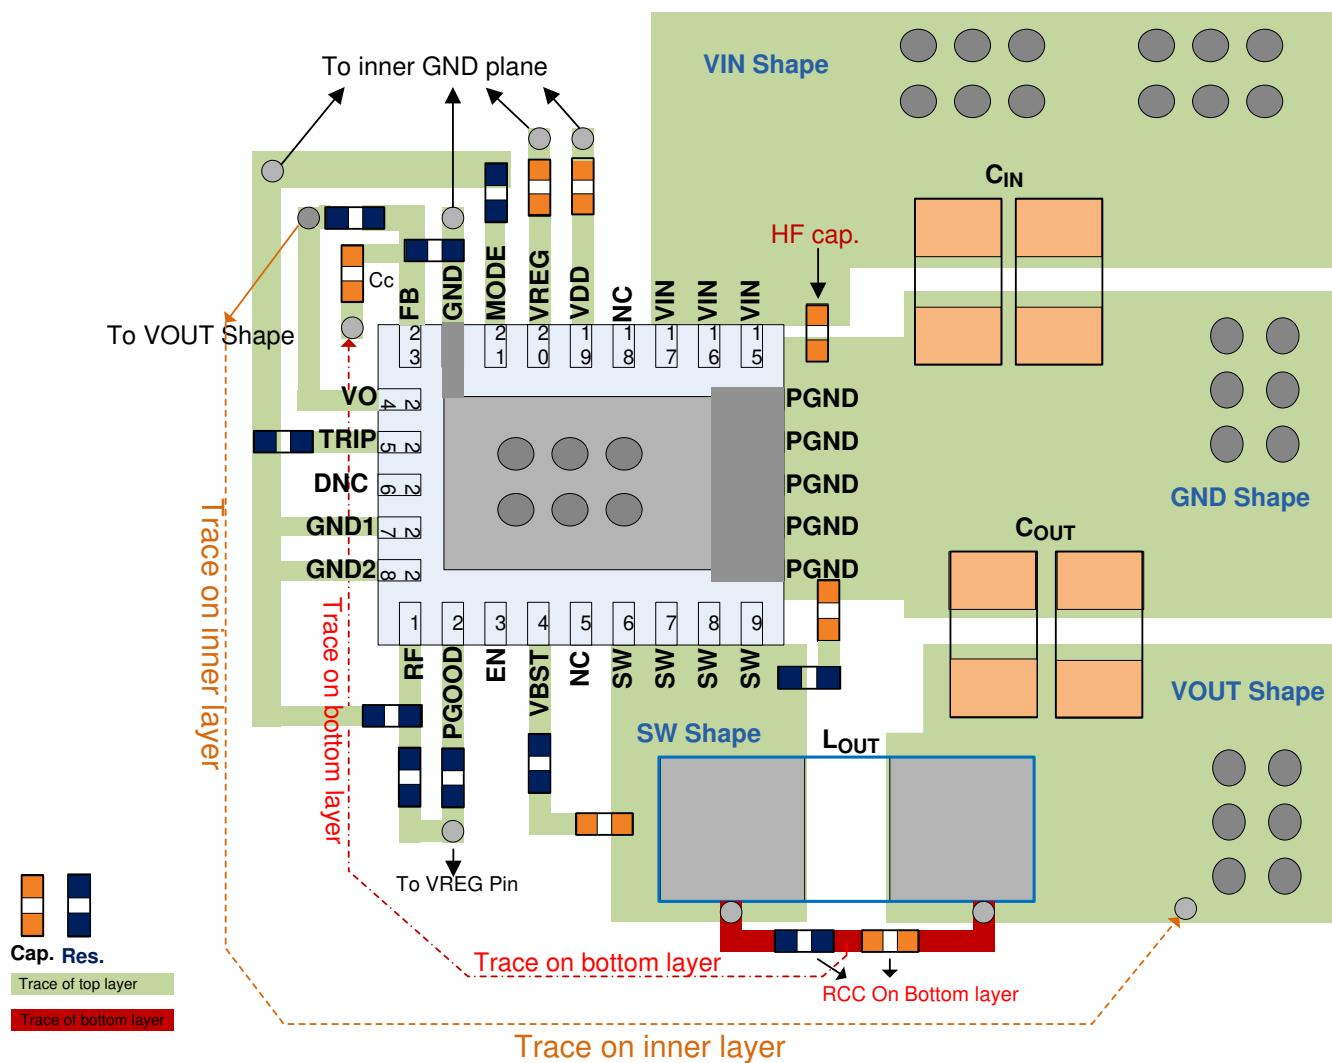

図 7-14. レイアウトに関する推奨事項
- レイアウトの推奨事項については、図 7-14 を参照してください。